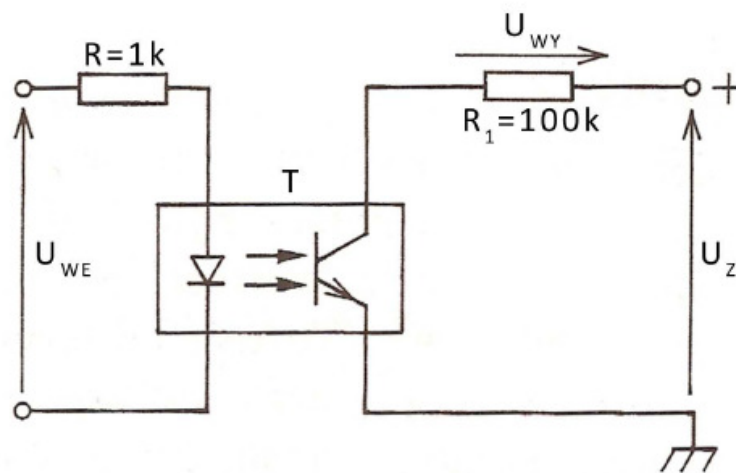

Rys. 1. Schemat transoptorowego układu do pomiaru prądu
Rys. 1 przedstawia transoptorowy układ do pomiaru prądu. W układzie tym czujnikiem mierzonego prądu jest bocznik  $R$ . Wartości prądów  $I_1$  i  $I_2$  płynących przez diody transoptorów  $T_1$  i  $T_2$ , zależą od spadku napięcia na boczniku  $R$ . Prądy te płyną pod wpływem dodatkowego źródła prądu  $I$ . Jeśli mierzony prąd  $I_{WE}$  jest zerowy to prądy  $I_1$  oraz  $I_2$  są jednakowe i wymuszają przepływ równych co do wartości prądów  $I_{T1}$  oraz  $I_{T2}$ . Prąd wyjściowy  $I_{WY}$  będący różnicą prądów  $I_{T1}$  oraz  $I_{T2}$  jest wówczas także równy zero. Gdy prąd mierzony jest różny od zera, to prądy  $I_1$  i  $I_2$  są różne i płynie niezerowy prąd wyjściowy  $I_{WY}$ . Na rezystorze  $R_3$  pojawia się wówczas spadek napięcia proporcjonalny do spadku napięcia na boczniku  $R$ .
8. Narysować w programie PSpice układ z Rys. 1 (bazy transoptorów podłączyć do emiterów).